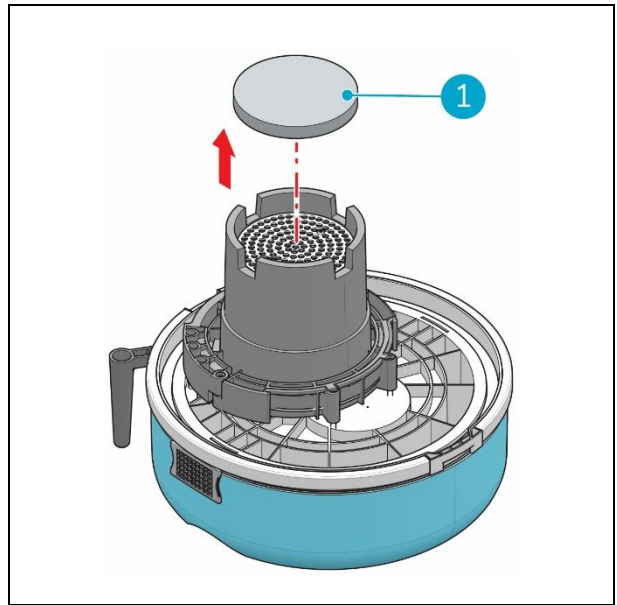

Figure 24
6. Retirez l'ancien silencieux (fig. 24, pos. 1) situé sur le dessus du moteur